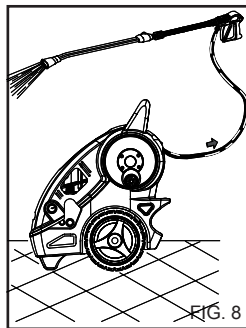

FIG. 8
Dopo l'uso di un detergente il circuito di aspirazione deve essere risciacquato con acqua pulita, (fig. 8).
1) Dopo l'uso con detergente, risciacquare il circuito acqua A.P.: far funzionare la pompa per 1 minuto a rubinetto dosaggio completamente chiuso. (fig. 8)
- 4) Dopo l'uso con detergente, risciacquare il circuito acqua A.P.: far funzionare la pompa per 1 minuto a rubinetto dosaggio completamente chiuso. (fig. 8).